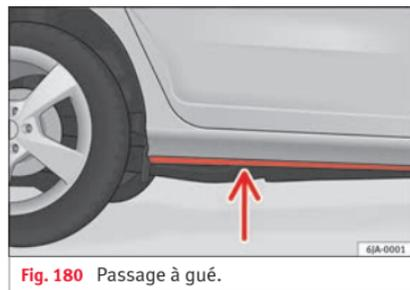

Fig. 180 Passage à gué.
- Évaluez la profondeur de l'eau avant d'entrer. L'eau peut arriver, au maximum, en dessous du longeron inférieur du véhicule **» fig. 180** ;